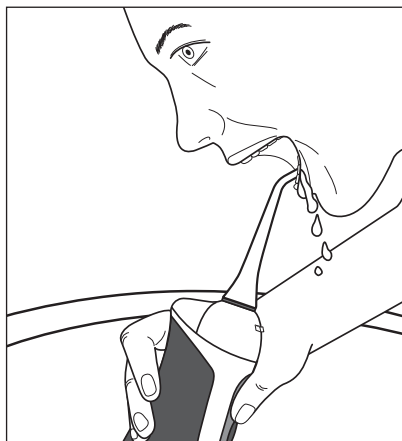

Fig. 1
- 1) Llene el depósito de agua ❹.
- 2) Coloque un accesorio ❷ en la pieza manual ❺.
- 4) Introdúzcase el accesorio ❷ en la boca para evitar las salpicaduras de agua. Inclínese hacia el lavabo y mantenga la pieza manual ❺ en una posición lo más recta posible (consulte la fig. 1). La boquilla ❶ del accesorio ❷ está orientada hacia los dientes/espacios interdentes.